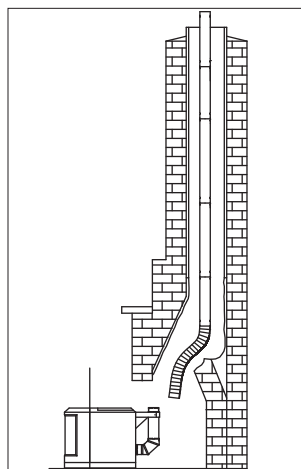

Figura 9
7. Repita este proceso para el resto de las secciones de tubería y baje el conjunto por la chimenea como se muestra en la **Figura 9**. Bájela por debajo de su posición normal con el fin de conectar el tubo flexible al tubo en el equipo. Puede ser necesario atar una línea a la sección superior, para estirarla hacia arriba más tarde.